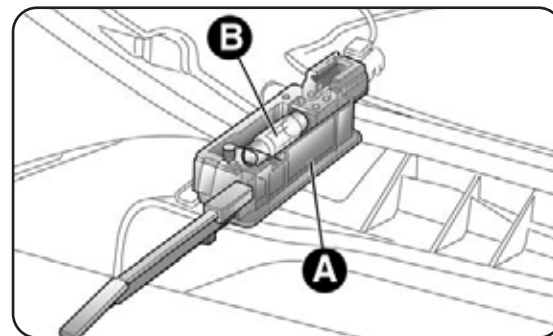

fig. 35
- apri il cassetto portaoggetti, quindi estrai la plafoniera A-fig. 35;